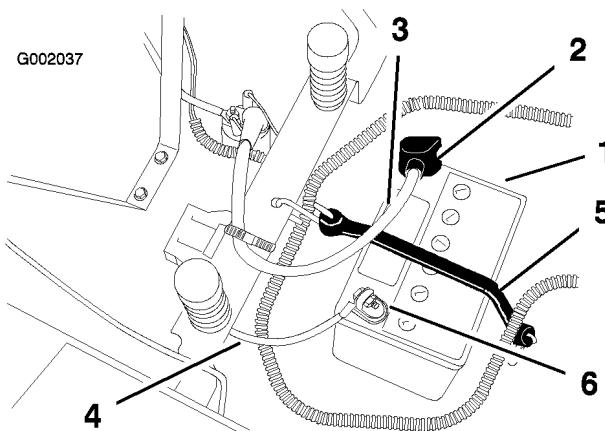

Figure 31
- Débranchez le câble négatif (noir) de mise à la masse de la borne de la batterie (Figure 31).
- Repoussez le capuchon en caoutchouc sur le câble positif (rouge). Débranchez le câble positif (rouge) de la borne de la batterie (Figure 31).
- Enlevez la sangle de maintien de la batterie (Figure 31) et ôtez la batterie de son support.
- Placez la batterie sur son support, les bornes à vers l'arrière (Figure 31).
- Fixez les câbles à l'aide de 2 boulons de chariot (1/4 x 3/4 pouce), 2 rondelles (1/4 pouce) et 2 écrous-papillons (1/4 pouce) (Figure 31).
- Fixez la batterie en place à l'aide de la sangle de maintien (Figure 31).